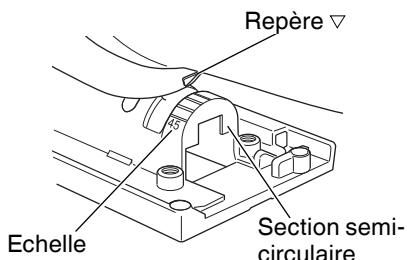

Fig. 14
- (2) Aligner l'échelle (de 0 degré à 45 degrés par incrément de 15 degrés) de la section semi-circulaire de la base sur le repère [▽] du couvercle du réducteur. (Fig. 14)